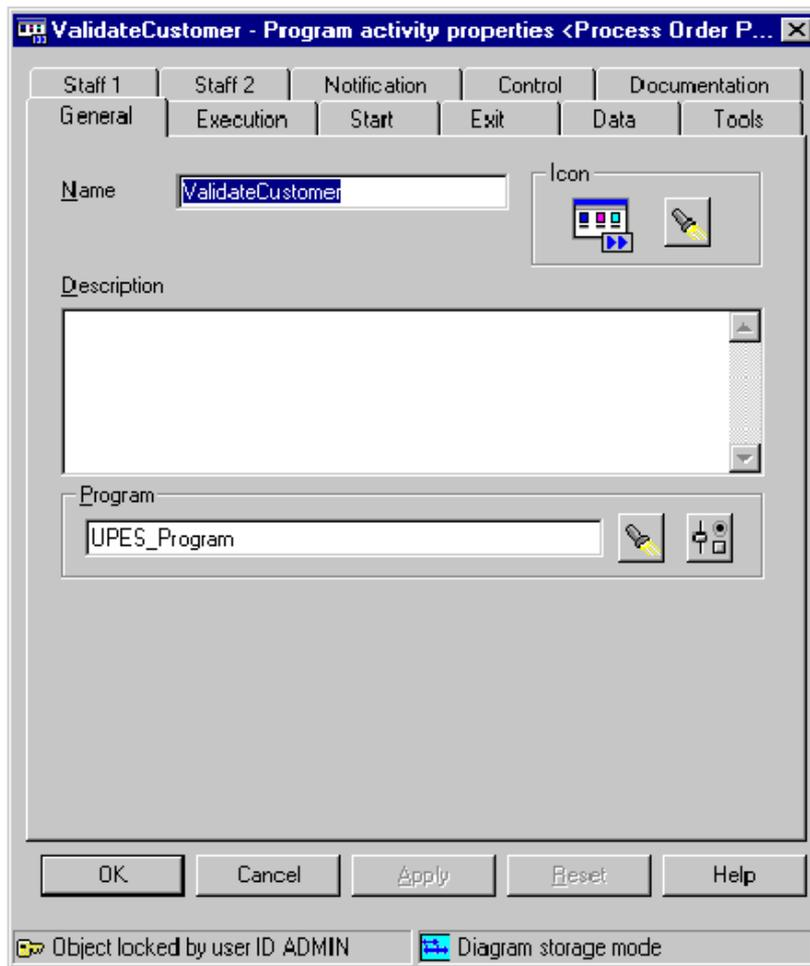

图 4-67 有效客户通用标签
1. 打开有效客户 (ValidateCustomer) 活动的活动属性窗口 (如图 4-67 所示)。